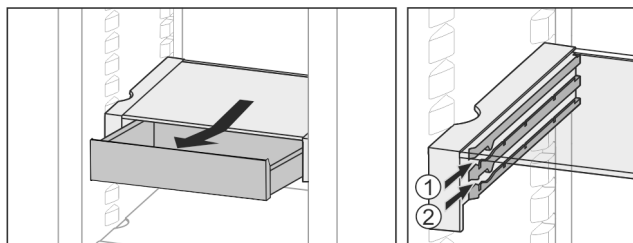

Fig. 34
- ▶ На любой высоте Fig. 34 (1) или Fig. 34 (2) вставьте.